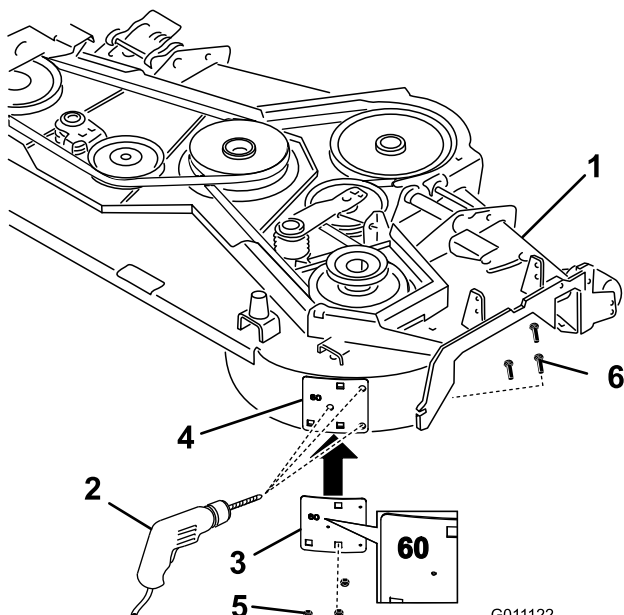

Bild 5
1. Befestigen Sie die Metallschablone (auf der die Zahl 60 steht) mit den vorher entfernten Schlossschrauben und Muttern in den vorhandenen Löchern im Mähwerk (Bild 5).
3. Stechen Sie die neuen Mähwerkklöcher mit den drei Löchern in der Schablone aus (Bild 5).
4. Entfernen Sie die Metallschablone und bohren mit einem scharfen Bohrer drei Testlöcher (mit einem Durchmesser von 0,3 cm) (Bild 5).
5. Bohren Sie drei Löcher in die Testlöcher (Durchmesser 13/32 Zoll) mit einem scharfen Bohrer (Bild 5).